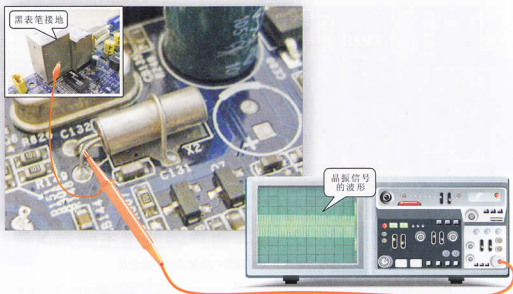

图 10-22 检测晶体 X2 输出的实时晶振波形
(2) 继续检测位于南桥附近的32.768 kHz的晶体X2,若该晶体不正常,将无法为主板提供其工作所需要的震荡信号。通常可采用示波器检测该晶体输出的波形,如图10-22所示为晶体X2输出的实时晶振波形。